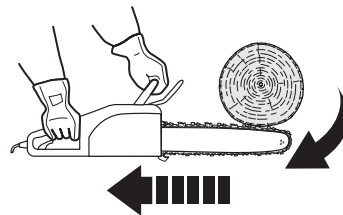

Fig. 27
2. Um aperto da corrente (3) ao longo da parte superior da lâmina (4) pode empurrar a lâmina rapidamente para trás na direção do utilizador (Fig. 27).